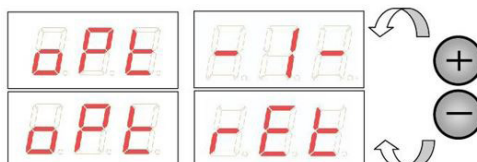

Fig25
- Tryk på [F+P4]. Displayet vil vise de valgmuligheder, der ses i Fig25. Tryk på [P4] eller [P5], og vælg muligheden "oPt-1-" for at fortsætte, eller "oPt rEt" for at vende tilbage til driftsprogrammet. Tryk på [F+P4] for at bekræfte den valgte mulighed.